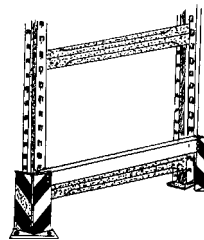

Abbildung 42
e) Werden die Gänge mit Transportgeräten (Hubwagen) befahren sind die Regalpfosten mit Rammschutz gegen Beschädigung zu schützen (Abb. 42).